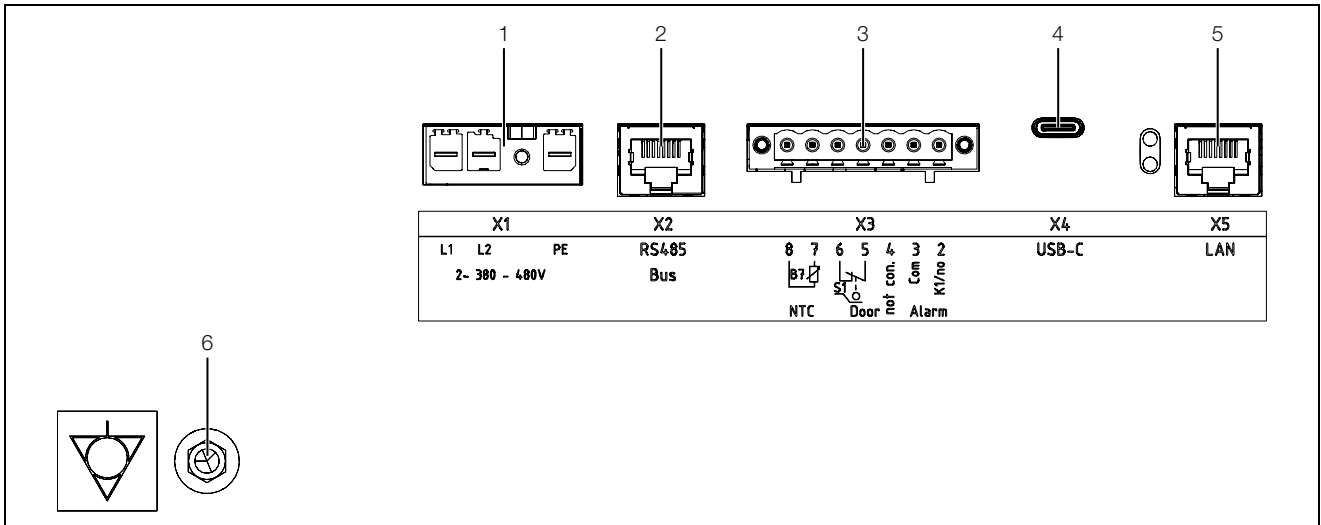

Fig. 43 : raccordement au réseau et interfaces
Si, pour des raisons de CEM, l'appareil doit être intégré dans le système d'équipotentialité existant du client, il est possible de raccorder un câble au point de raccordement des liaisons équipotentielles. Le point de raccordement est identifié avec le symbole réglementaire (fig. 43, pos. 6).
- Le blindage du câble peut être raccordé au point d'équipotentialité (fig. 43).